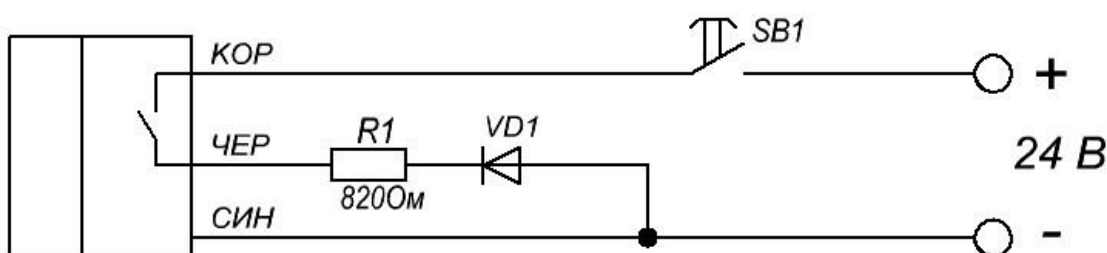

Рис.3 - Схема подключения емкостного датчика
1. Подключить блок питания, выставить рабочее напряжение 24 В (рис.3). При не правильном подключении напряжения с блока питания загорается красная лампочка на блоке индикации.